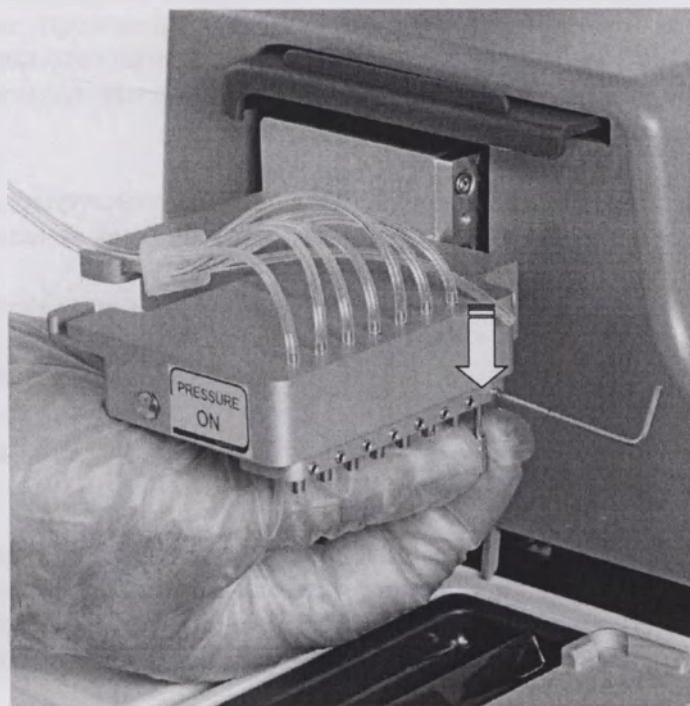

Рисунок 5-29. Удаление дозирующего клапана
4. Потяните дозирующий клапан вниз (рисунок 5-29).